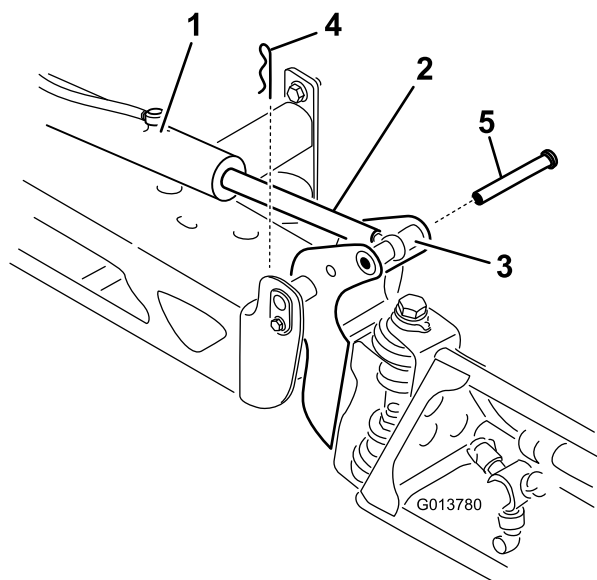

Рисунок 71
2. Извлеките шплинт из шплинтуемого штифта (Рисунок 71).
3. Поднимите секцию, извлеките шплинтуемый штифт и медленно опустите секцию на землю (Рисунок 71).
- Удерживая секцию опрыскивания, вставьте шплинтуемый штифт через ось поворота стрелы и шток привода (Рисунок 71).